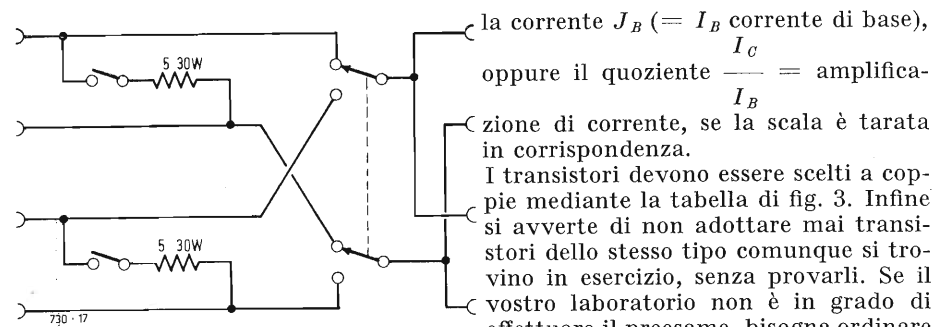
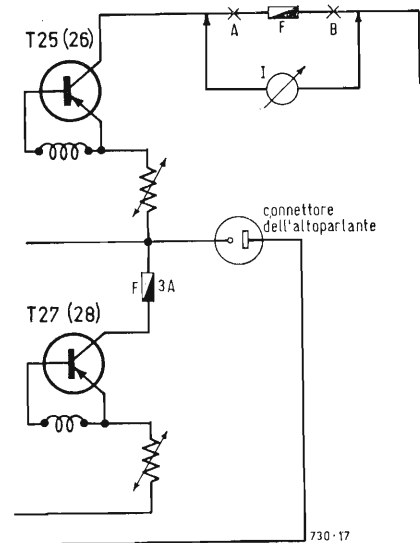
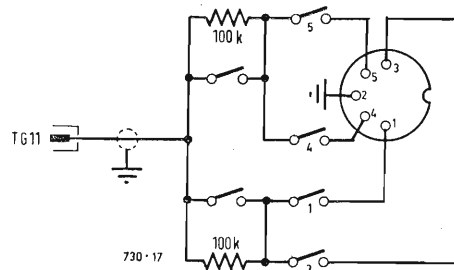

Fig. 8 - Regolazione della corrente degli stadi finali e della simmetria (circuiti delle resistenze di carico).
Fig. 9 - Regolazione della corrente degli stadi finali e della simmetria (circuiti dei transistori complementari).
Fig. 11 - Dispositivo per la stima del fattore di distorsione.
Il circuito di fig. 8 con le resistenze di carico di 5 Ω viene collegato alle prese degli altoparlanti dell'amplificatore in prova. Il fusibile tra i punti A e B (v. fig. 9) viene dissaldato e al suo posto viene inserito un misuratore di corrente (Multavi). Un voltmetro a zero centrale viene collegato ad una delle uscite di misura di fig. 8 (UV₄). Le due resi-
stenze di carico di 5 Ω devono essere disinserite. La taratura si fa ora nel seguente modo: per mezzo della resistenza R₄₄₅ (446) si stabilisce (fig. 9) la corrente di 40 mA e infine la simmetria (bilanciamento) col regolatore R₄₃₇ (438) (taratura a zero del voltmetro a zero centrale). Poiché le due regolazioni non sono indipendenti tra di loro, esse devono essere ripetute un paio di volte.
rezza. Bisogna applicare attraverso il cavo di collegamento (fig. 11) all'entrata sintonizzatore (contatti 3 e 5), una tensione di segnale di 1 kHz, tale che alle uscite (circuiti di fig. 8) si misuri, per l'SV80, la tensione di 12,25 V. Per controllare se l'onda sinusoidale viene correttamente riprodotta, si aumenta il segnale di entrata fino che la tensione di uscita comincia a presentare limitazioni. La limitazione si verifica, per gli amplificatori perfetti, notevolmente oltre la tensione di uscita indicata per la piena potenza nominale. Se ora, dopo la prova del rapporto dei disturbi non c'è nulla da obiettare, si può essere sicuri che la distorsione non supera i limiti ammissibili. Più precisa è, naturalmente, una misura del fattore di distorsione col ponte per il rilievo della distorsione KB55 unitamente ad un adatto millivoltmetro, per es. MV4, oppure RV55, o altro dispositivo similare. Per comodità del riparatore riproduciamo nella tabella III il codice dei colori per i condensatori.